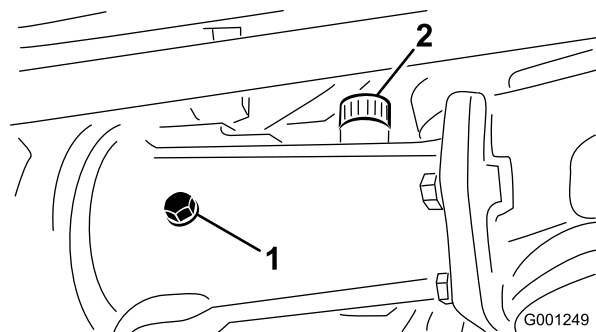
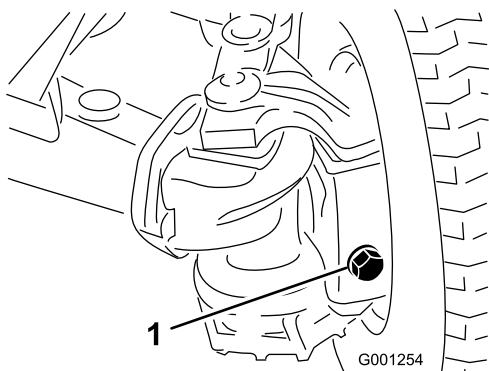

図 27
図 28
2. 点検プラグを取り、オイルが各穴の下の縁までであることを確認する。量が不足している場合は、給油プラグを外し、点検プラグ (図 27 と 図 28) の穴の下の縁まで補給する。